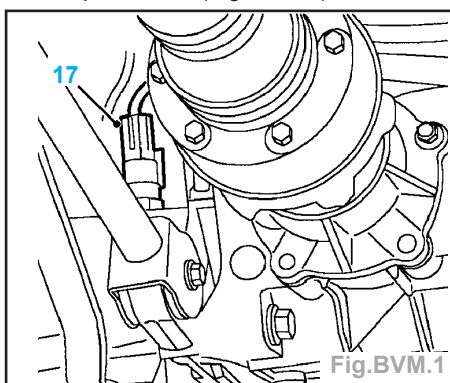

Fig.BVM.1
- Débrancher la fiche multibroches (17) du capteur VSS (Fig.BVM.1).